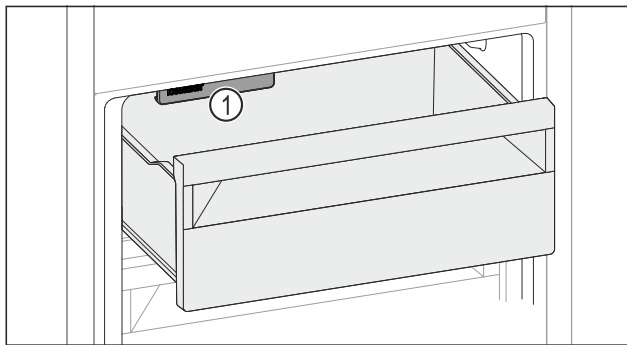

Fig. 178
- ▶ 请考虑 IceMaker Fig. 178 (1)。